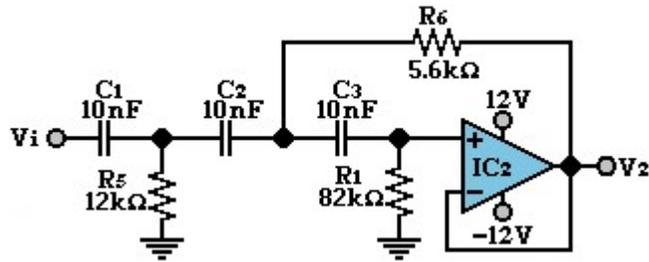

Figura 7.3
5. Arme el circuito de la figura 7.3. Ajuste el generador de funciones con una señal senoidal de $5V_{pp}$ y una frecuencia de 1kHz (elimine el voltaje offset del generador de funciones).